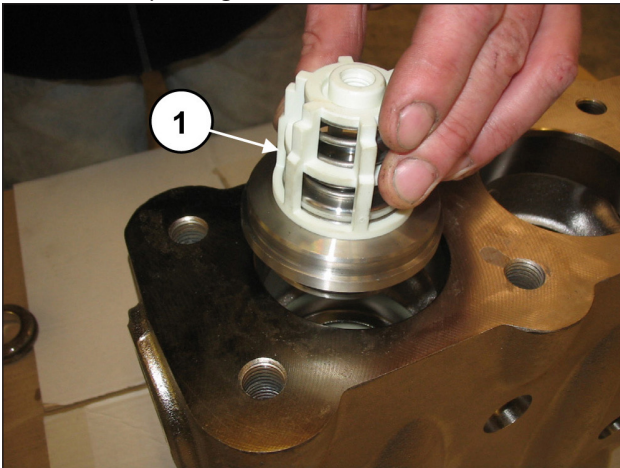
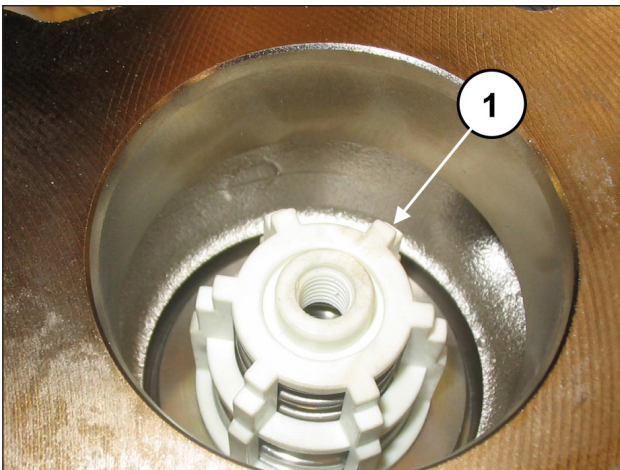

Fig. 118
Fig. 119
Insérer le groupe soupape de refoulement (rep. ①, Fig. 118). Pousser à fond le groupe soupape qui devra se présenter comme suit, rep. ①, Fig. 119.